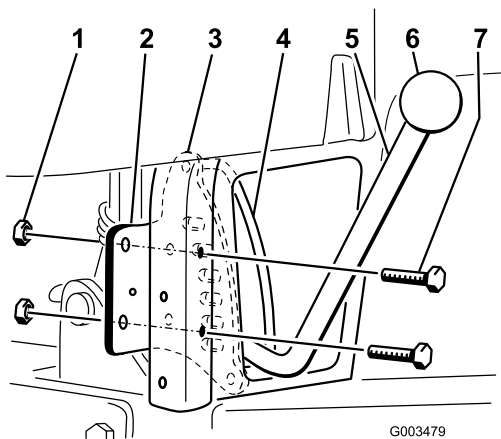

Bild 3
5. Setzen Sie die Detentplatte in den Hubhebel des Vertikutierers ein. Der Griff sollte zwischen der Detentplatte und der Griffführung durchgeführt werden (Bild 3).
- Befestigen Sie die Detentplatte mit 2 Schrauben (5/16 x 2-1/2 Zoll) und 2 Sicherungsmuttern (5/16 Zoll) hinten am rechten hinteren, vertikalen Rahmenrohr, siehe Bild 3. (Entfernen in Schritt 1, Vorgang 3.)
- Drehen Sie das Handrad auf den Hubhebel (Bild 3).